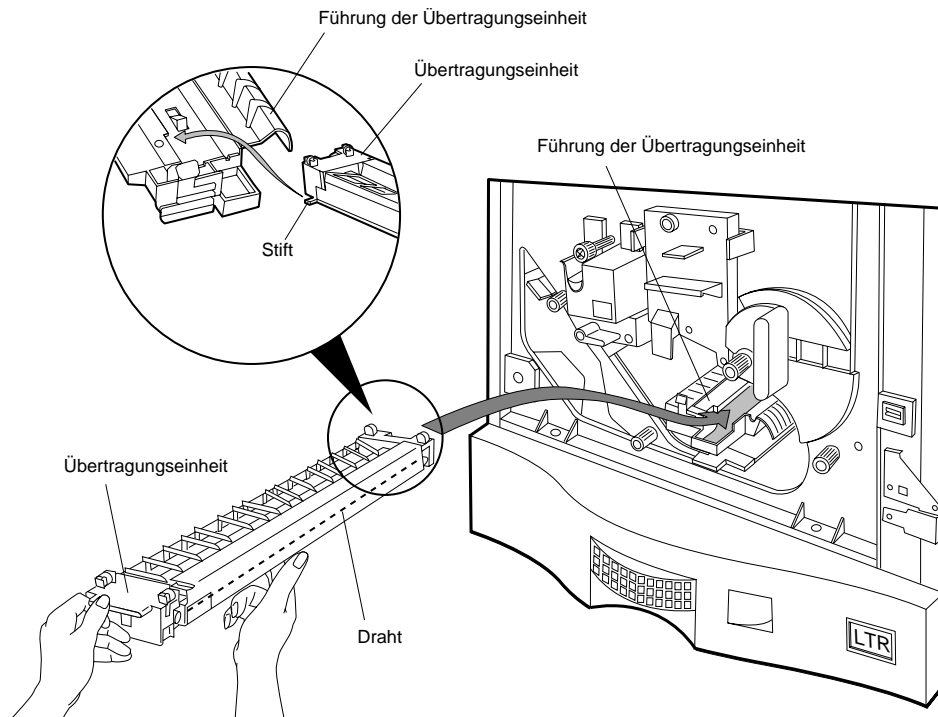

Abbildung 5-11 Einsetzen der Übertragungseinheit in die Führung
1. Führen Sie den Ausrichtungsstift am Ende der gereinigten Übertragungseinheit in die linke Schiene der Führung der Übertragungseinheit ein, und drücken Sie sie bis zum Ende der Führung hinein. Siehe Abbildung 5-11.